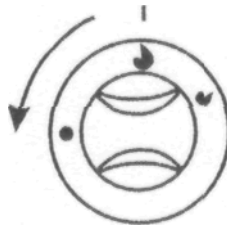
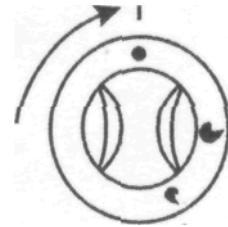

Abb. 5 "große Flamme"
Abb. 6 "kleine Flamme"
- Drücken Sie den Griff der gewählten Brennerstelle leicht ein, diesen drehen nach links bis zur Position "große Flamme" (Abb. 5) und in gedrückter Stellung halten.
Die Flammengröße ist durch den Hahn im Rahmen der Positionen "MAX" (Abb. 5) und "SPAR" (Abb.6) zu regulieren. Für die Position "SPAR" ist es notwendig, den Hahn bis zum Anschlag (links) zu drehen.